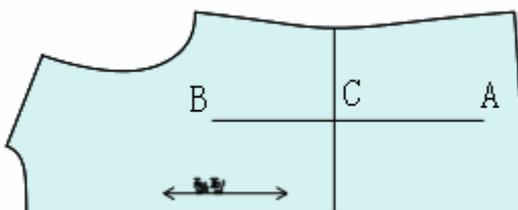

图 1
1. 如下图 1 示，用该工具依次单击点 A、点 B、点 C，弹出 **【锥形省】** 对话框；